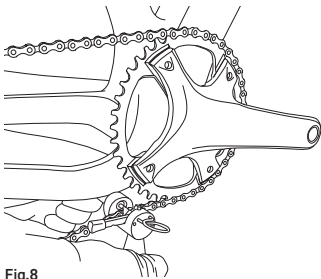

Fig.8
- Posizionare l'utensile **UT-CN400** come indicato in Fig. 8.